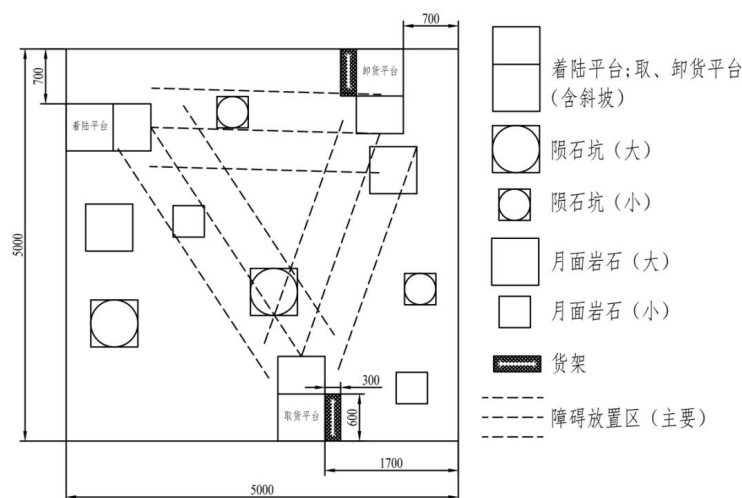

图 1 比赛场地布局示意图
7. 聚光灯使用单盏（组）聚光灯（冷光源），高度 2.5M 向下 30° 的倾斜角度照向场地，光照覆盖所有场地区域布置后光线不被人员遮挡，将尽可能避免机器人长时间逆光的情况，如图 1 所示。